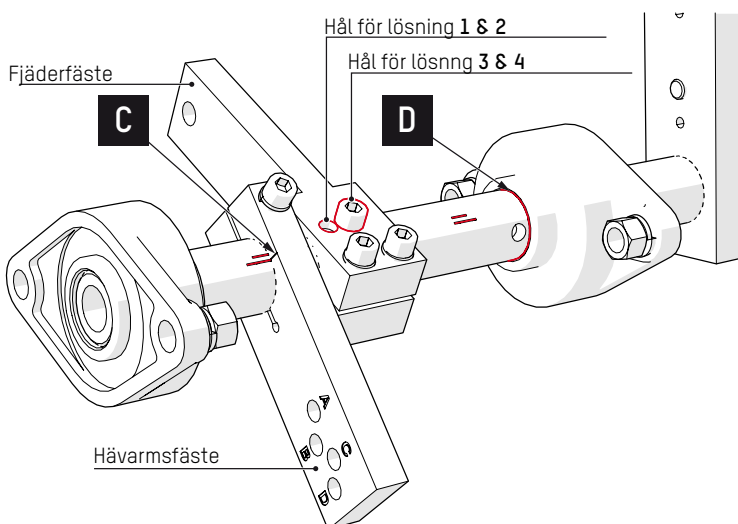
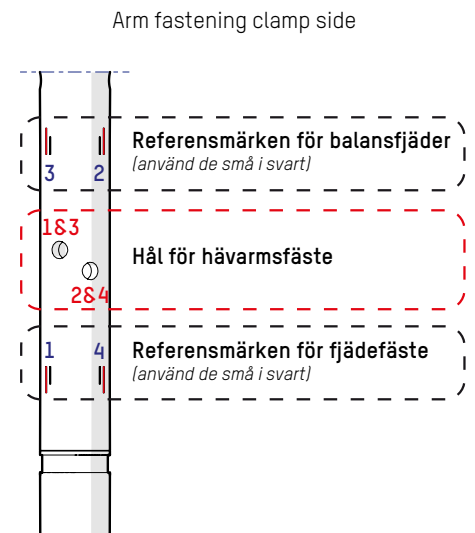

Fig. 24 - Axle (lösning 4)
Fig. 25 - Rod and spring levers marks on the shaft, according to the considered solution
1. Montera hävarmsfästet på axeln med en skruv i avsett hål beroende på aktuell lösning (⇒ Fig. 24 och Fig. 25).
2. Linjera märket (C) på fjäderfästet med motsvarande märke på axeln som refererar till respektive lösning (⇒ Fig. 25). Vid korrekt placering ska hela märket synas (⇒ Fig. 24).
På liknande sätt ska axeln positioneras mot kullagren så att det runda referensmärket på axeln linjerar insidan på kullagret (⇒ Fig. 24).
1. Kontrollera först hävarmarnas läge på axeln (⇒ Fig. 24, sid 28).